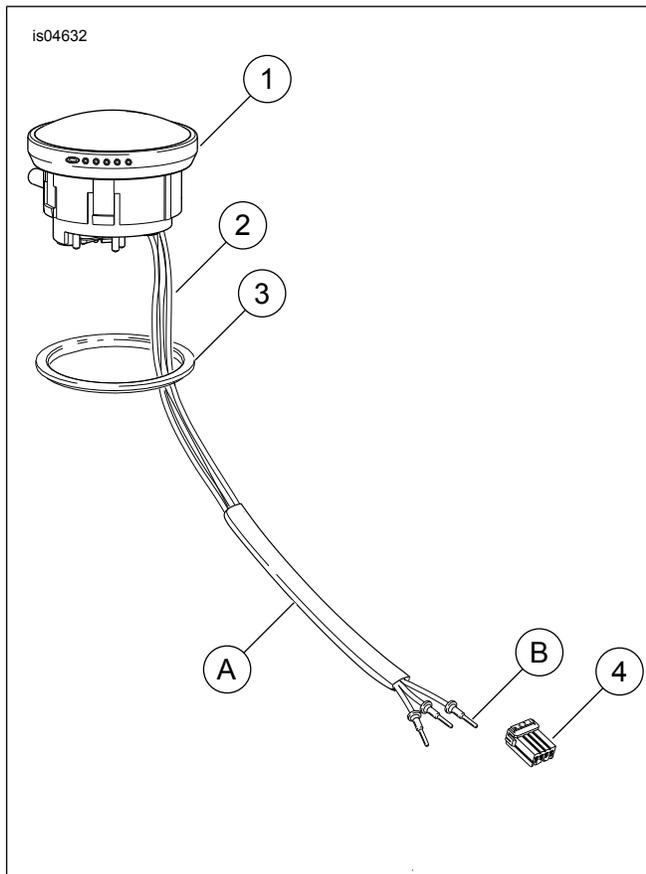

Figura 2. Peças de reposição: kit de indicador de combustível LED
Veja a Figura 2 e a Tabela 1.
2. Veja a Figura 2. Pressione o pino no lado do terminal do soquete do conector e separe o pino e as metades do soquete.
1. Veja a Figura 2. Monte a nova gaxeta (3) no indicador de combustível com LED (1) do kit. Instale a gaxeta de maneira que o lado liso faça contato com a borda do indicador.